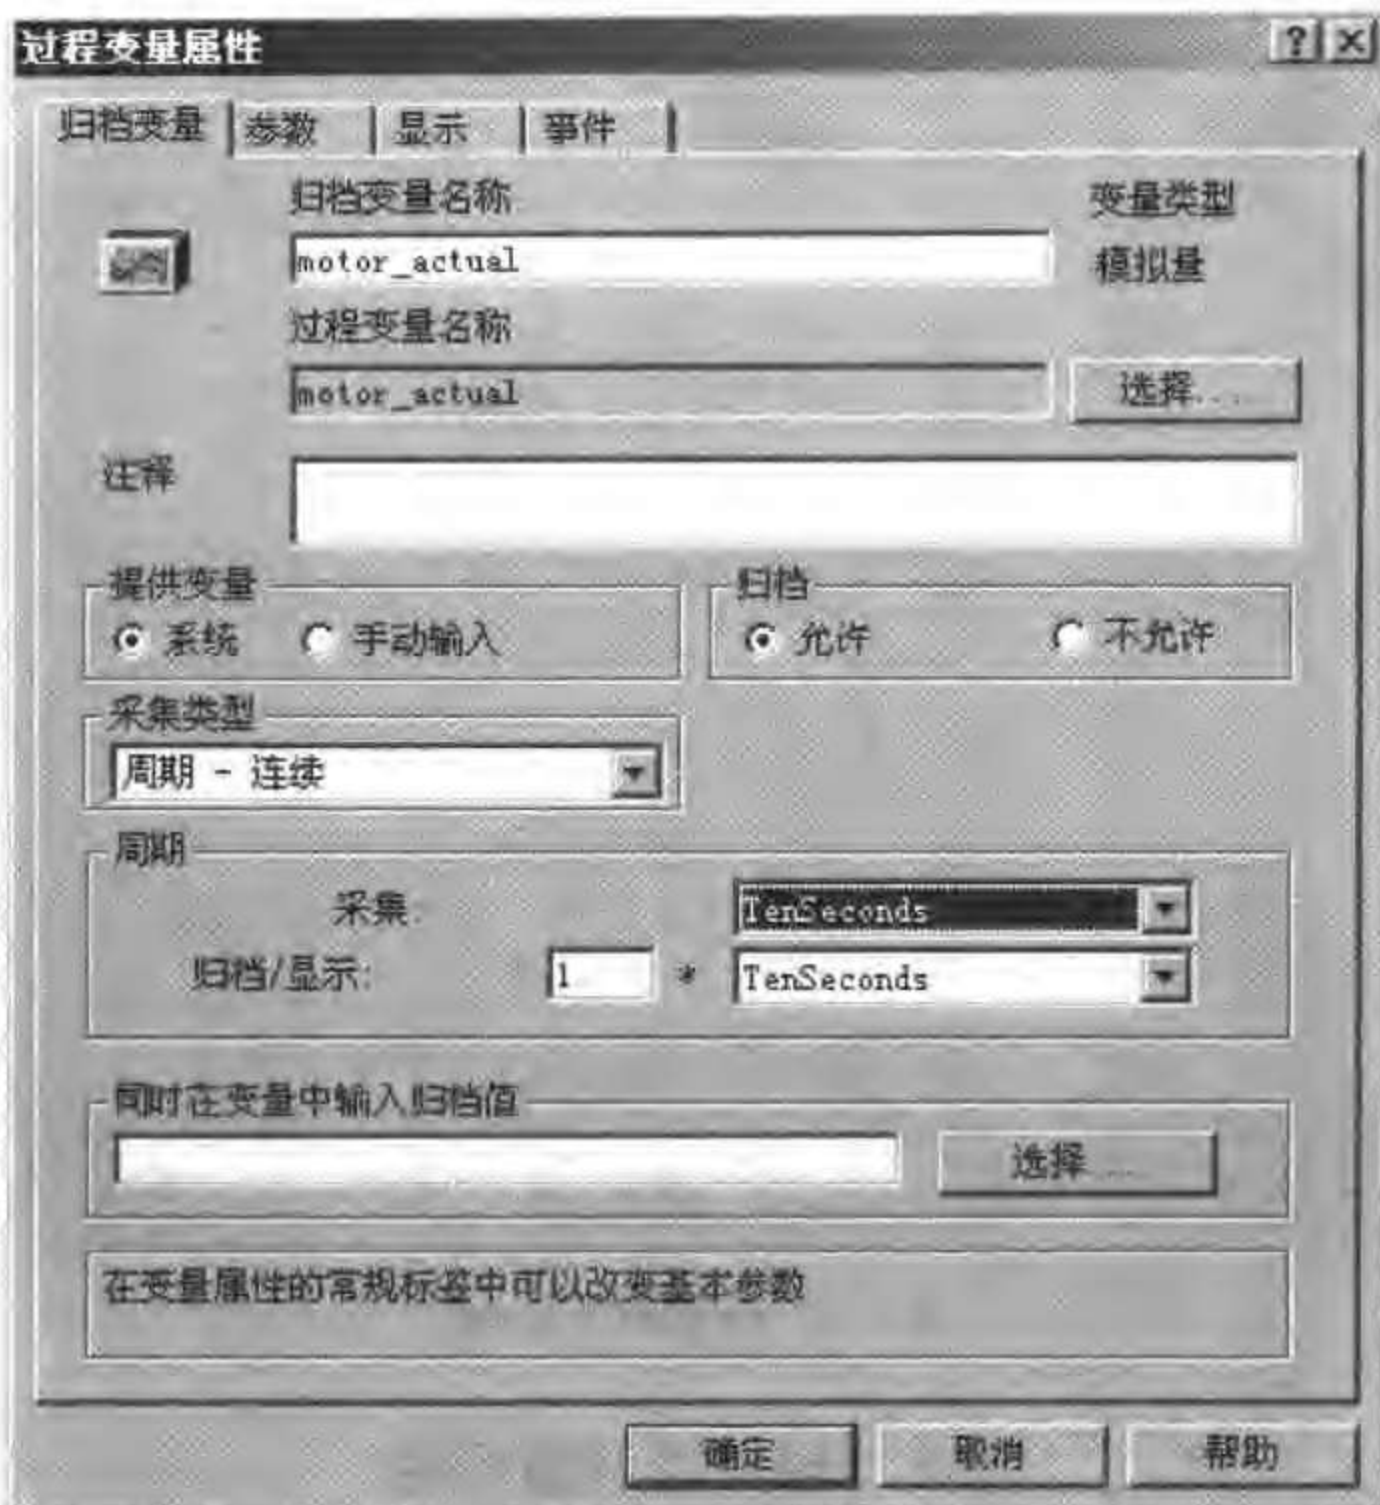

图 7-5 修改过程变量的采集周期和归档周期
- 在随后打开的“过程变量属性”对话框的“周期”框中，选择采集周期为第一步建立的定时器 TenSeconds，选择归档周期为  $1 * TenSeconds$ ，如图 7-5 所示。